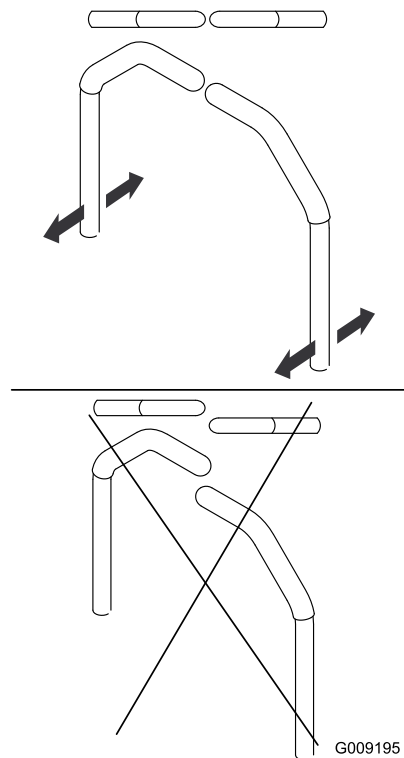

Figura 51
9. Alinee las palancas en sentido adelante/atrás acercándolas a la posición de PUNTO MUERTO, y muévalas hasta que estén alineadas; luego apriete los pernos (Figura 51).